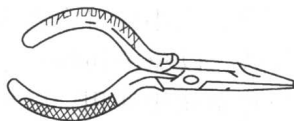

图 1-2 尖嘴钳
(1) 尖嘴钳。尖嘴钳的头部尖细，适合于在狭小的工作空间操作，可用来剪断细金属丝，夹持小螺钉、垫圈、导线等元器件，将单股导线弯成一定圆弧的接线鼻子等，如图 1-2 所示。